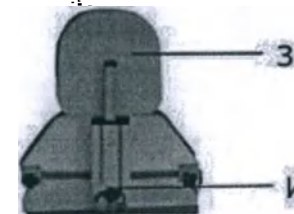

Рис.106
8) Регулировка подголовника/упора по высоте (рис.106)
11) Регулировка подголовника (при наличии) по высоте (рис.106)
Все подголовники устанавливаются в отверстие конструкционного профиля и регулируются по высоте так же, как и подголовник/упор. Для регулировки необходимо ослабить крепежный винт (И), расположенный сзади подголовника, установить необходимую высоту подголовника и закрепить выбранное положение винтом (рис.106).